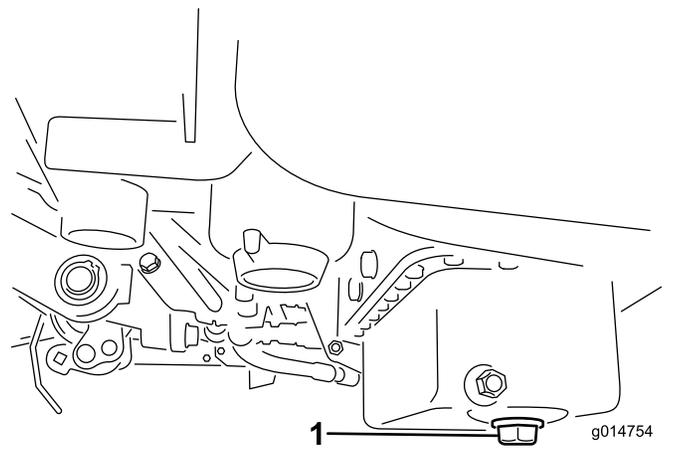

Рисунок 30
1. Снимите сливную пробку и дайте маслу вытечь в сливной поддон. Когда масло перестанет течь, установите сливную пробку на место (Рисунок 30).